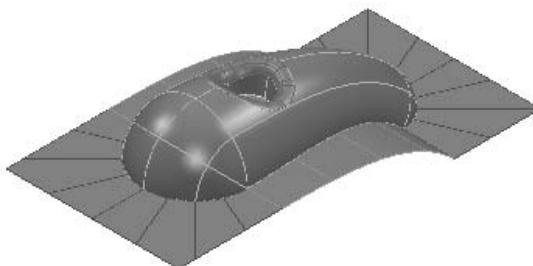

图 2-23 打开范例文件
- 2) 选择下拉菜单中的“文件”→“范例”命令，弹出“打开范例”对话框，选择“cowling.dgk”（“随书光盘：\第 2 章\exercise2\uncompleted\cowling.dgk”）文件，单击“打开”按钮即可，如图 2-23 所示。